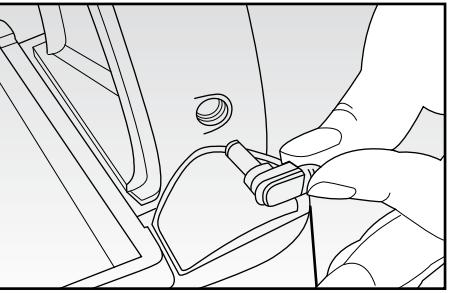

Fig. 6
- Collegare la spina elettrica dell'alimentatore (I) ad una presa di corrente e lo spinotto nel relativo attacco presente sulla base di ricarica (G) (Fig. 6).
- La spia di ricarica (D), posta sul corpo estraibile (F), inizierà a lampeggiare lentamente ad indicare che l'apparecchio si sta ricaricando.
- Quando la spia (D) rimarrà accesa in modo fisso la ricarica sarà completata e la scopa è pronta per l'utilizzo.